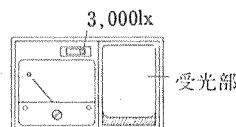

図2. 零位チェック
2. 受光部に光が入射しないようにして、レンジ切換スイッチを3,000lxの位置にして指示計の零位置チェックをします。(図2)